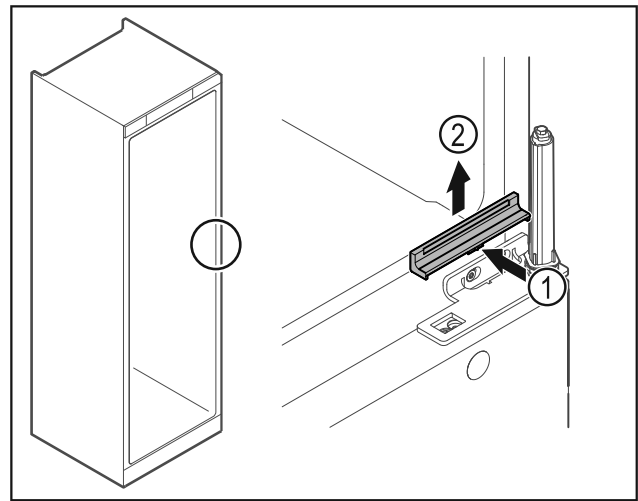

Fig. 26
- ▶ Πιέστε το κάλυμμα Fig. 26 (1) ελαφρά στο κέντρο και αφαιρέστε το προς τα επάνω Fig. 26 (2).